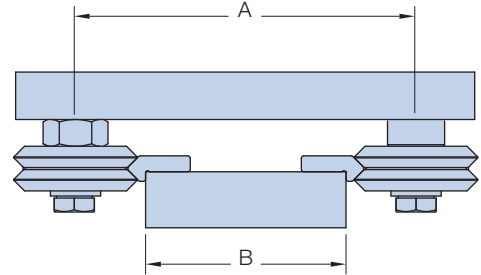

Abbildung 1 Innenmontage
- Innenmontage (siehe Abbildung 1): $A = B + X$